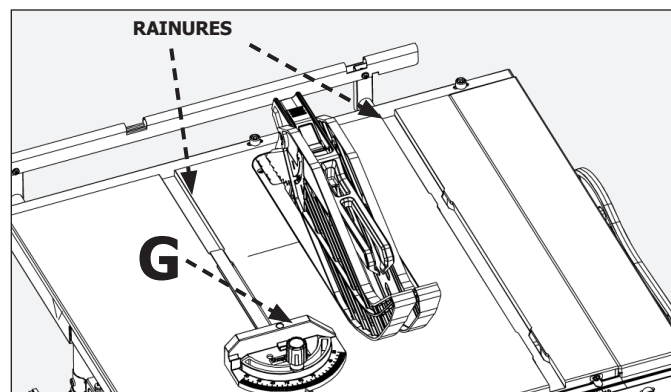
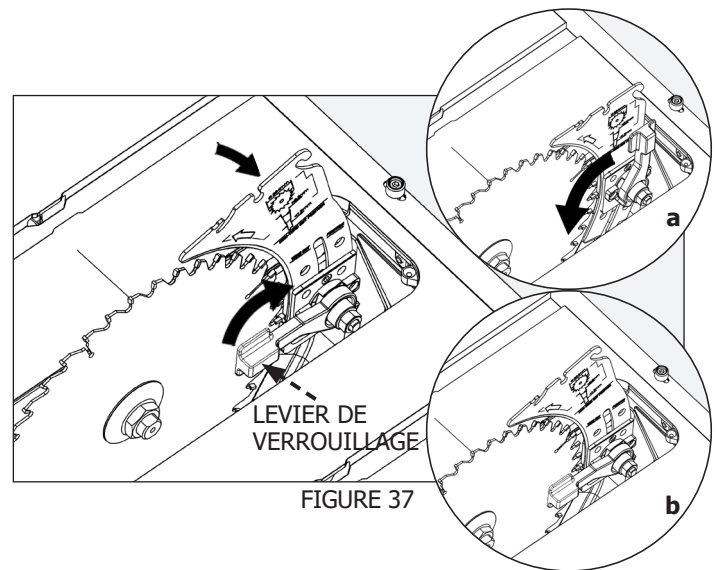

FIGURE 36
FIGURE 37
Il y a deux rainures de guide d'onglet sur chaque côté de la lame, maximum 30 °. Lors de coupes transversales à 90 °, utilisez l'une des rainures. Pour les coupes transversales biseautées, utilisez la rainure de droite de sorte que la lame soit inclinée de l'autre côté du guide d'onglet (G) et des mains (FIGURE 36).
Pour régler le couteau diviseur d'une position à l'autre (coupes complètes/incomplètes), soulevez le levier du couteau diviseur vers la position haute pour le déverrouiller (figure 36). Ensuite, déplacez doucement le couteau diviseur vers la droite pour dégager les goupilles de verrouillage dans l'ensemble de verrouillage du couteau diviseur, puis faites-le glisser vers le haut et en avant pour les coupes complètes ou vers le bas et à l'arrière pour les coupes incomplètes jusqu'à ce que vous sentiez que les goupilles de verrouillage engagent le couteau diviseur (figure 37). Le couteau diviseur est marqué avec les positions de Coupe Complète et Coupe Incomplète qui s'alignent avec la surface de la table lorsque la position est correcte. Pousser le levier de couteau diviseur pour verrouiller le couteau diviseur en place comme le montre la figure 36a. L'ensemble du couteau diviseur doit ressembler à ce qui est représenté à la figure 36b.